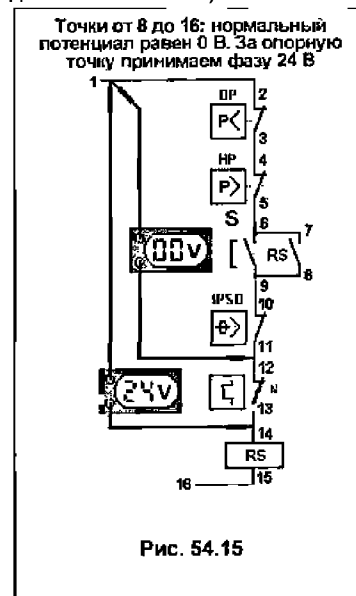

Рис. 54.15
Если 24В нормально доходят до точек 6 и 7, а нажим на кнопку пускателя не приводит к срабатыванию катушки RS, неисправность действительно находится между точками 8 и 16. Чтобы проверить эти точки, нормальный потенциал которых равен 0В, возьмем в качестве опорной какую-либо точку на фазе (например, точку 1), на которой закрепим один из проводов вольтметра (см. рис. 54.15).
**Упражнение!** Прибыв для ремонта схемы, представленной на рис. 54.15, вы находите, что катушка RS не работает. При нажатии на кнопку S «запуск» она срабатывает, но тотчас же отключается, как только вы отпускаете кнопку.
**Упражнение 2.** При первом включении схемы рис. 54.15 катушка RS после нажатия на кнопку пускателя не срабатывает. При отпущенной кнопке между контактами 1 и 9 и контактами 16 и 6 имеется напряжение 24В. При нажатой кнопке между контактами 1 и 9 имеется 0В, между контактами 16 и 6 имеется 24В.